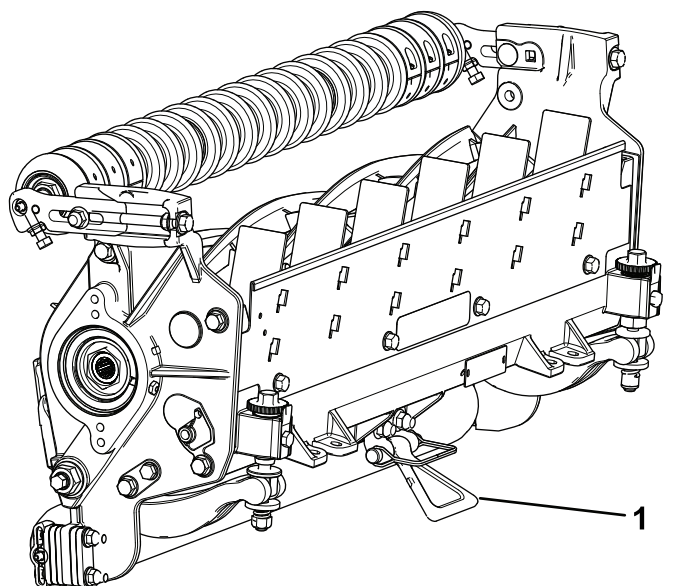

図 13
**重要** ユニットの背面についているベッドバー調整ねじのナットが床に当たっていないことを確認するキックスタンドを使用すること図 13。